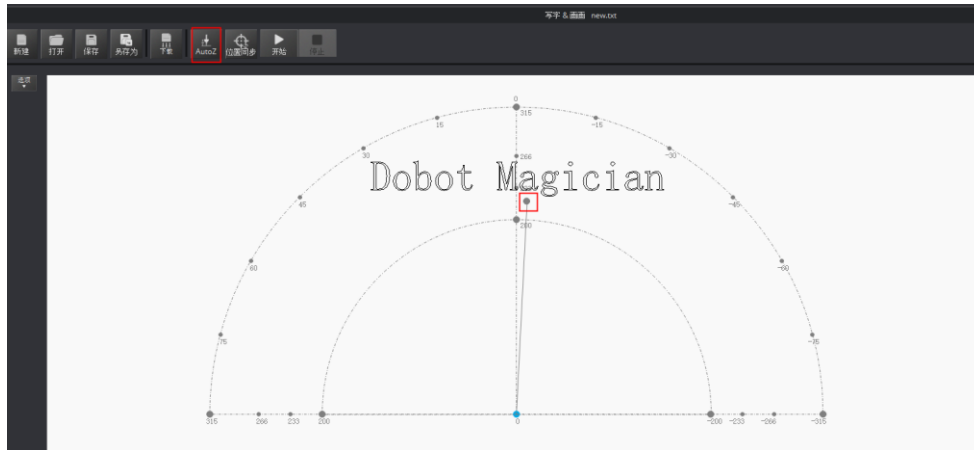

图 5.69 锁定雕刻高度
**步骤 4** 在“写字 & 画画”页面单击“AutoZ”获取并保存当前的Z轴值。执行此步骤后，再次雕刻时无需手动调整激光套件位置，直接导入PLT或SVG文件，然后单击“位置同步”，最后单击“开始”即可雕刻。如图 5.69所示。